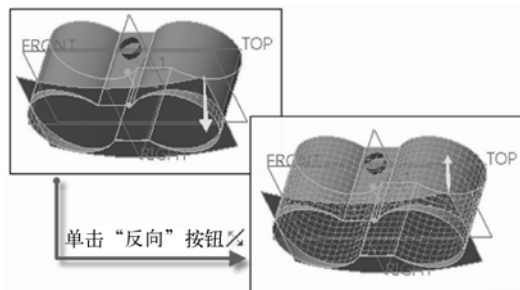

图 7-103 反向箭头方向
- 5 模型窗口中出现的方向箭头指示了要保留的修剪曲面侧。单击“反向”按钮，将方向箭头反向到另一侧，操作示意如图 7-103 所示。